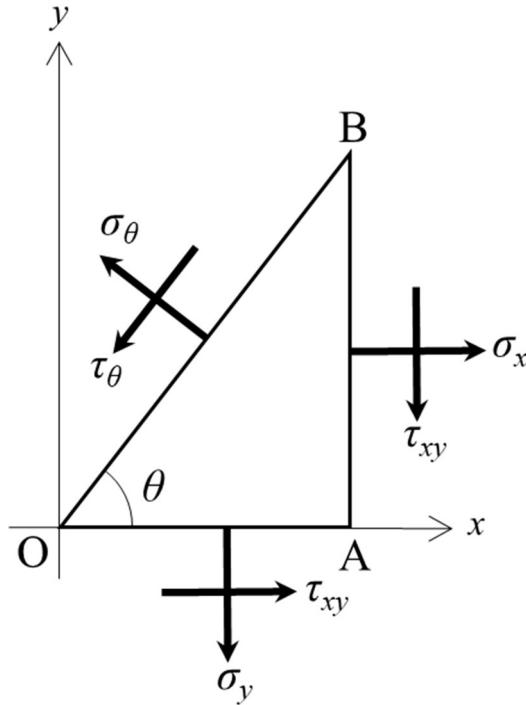

Fig.1 微小弾性体の応力状態
- (1) 図1の $\theta$ 方向とその法線方向について力のつり合い式を立てることにより、 $\sigma_\theta$ ,  $\tau_\theta$ をそれぞれ $\sigma_x$ ,  $\sigma_y$ ,  $\tau_{xy}$ ,  $2\theta$ を用いて表せ。
- (2) (1)で求めた $\sigma_\theta$ ,  $\tau_\theta$ を表す2式より $\theta$ を消去し、モールの応力円を表す以下の式を導出せよ。
- (3)  $\sigma_x = 6\sigma$ ,  $\sigma_y = 2\sigma$ ,  $\tau_{xy} = \sqrt{5}\sigma$ のとき、応力テンソルを求め、図1におけるモールの応力円を $\sigma$ - $\tau$ 平面上に描け。
- (4) (3)で描いたモールの応力円を用いて、主応力( $\sigma_1$ ,  $\sigma_2$ ), 主方向( $\theta_1$ ,  $\theta_2$ )を求めよ。ただし、 $\sigma_1 > \sigma_2$ ,  $\theta_1$ を反時計回り,  $\theta_2$ を時計回りとする。
- (1) 図1の $\theta$ 方向とその法線方向について力のつり合い式を立てることにより,  $\sigma_\theta$ ,  $\tau_\theta$ をそれぞれ $\sigma_x$ ,  $\sigma_y$ ,  $\tau_{xy}$ ,  $2\theta$ を用いて表せ.
(3)  $\sigma_x = 6\sigma$ ,  $\sigma_y = 2\sigma$ ,  $\tau_{xy} = \sqrt{5}\sigma$  のとき, 応力テンソルを求め, 図1におけるモールの応力円を  $\sigma$ - $\tau$  平面上に描け.